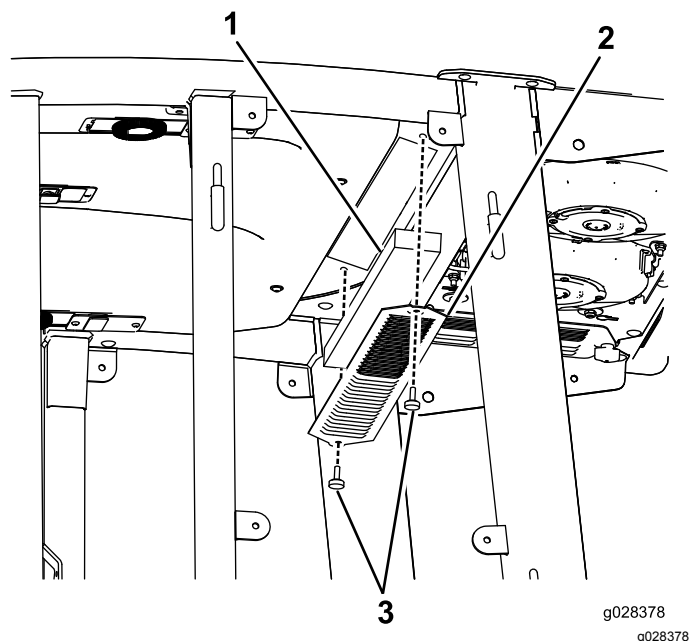
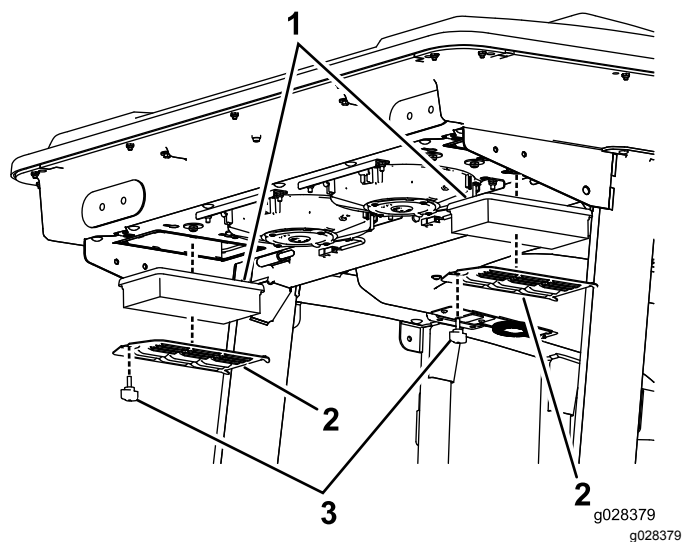
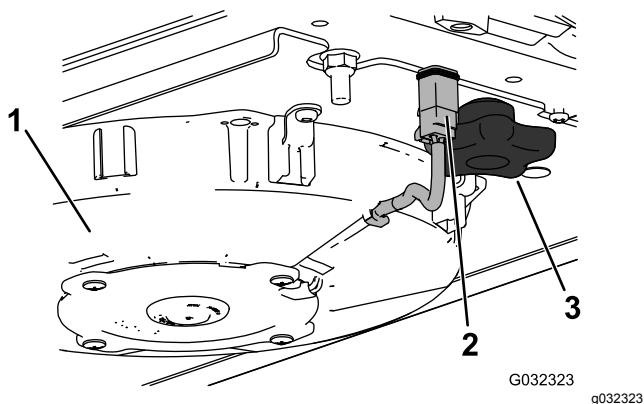
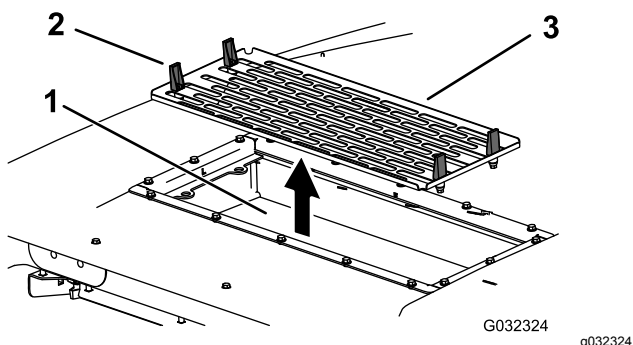

Figura 113
Figura 114
Figura 115
Figura 116
1. Rimuovete le viti e le griglie sia dal filtro dell'aria interno alla cabina, sia da quello sulla parte posteriore della cabina (Figura 113 e Figura 114).
- 5. Togliete i filtri dell'aria (vedere Figura 114).
- 7. Installate i filtri dell'aria, la griglia e il gruppo ventola (Figura 114, Figura 115 e Figura 116).
- 8. Collegate il filo per ciascuna ventola (Figura 115).